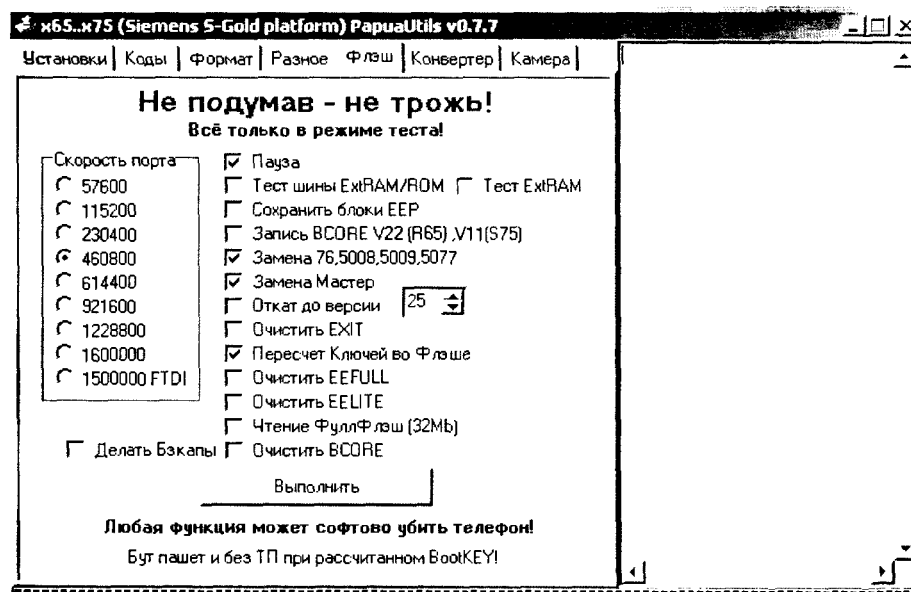

Рис. 1.2.13. Восстановление при поврежденном Bootcore
8. Переходят на вкладку «Флэш», убирают все флажки, кроме «Пересчет Ключей в Флэш» (рис. 1.2.13, флажки «Замена 76,5008,5009,5077» и «Замена Мастер» будут установлены автоматически).
2. Запускают PapuaUtils, переходят на вкладку «Флэш», убирают все флажки, кроме «Пауза» и «Пересчет Ключей в Флэш» (рис. 1.2.13).